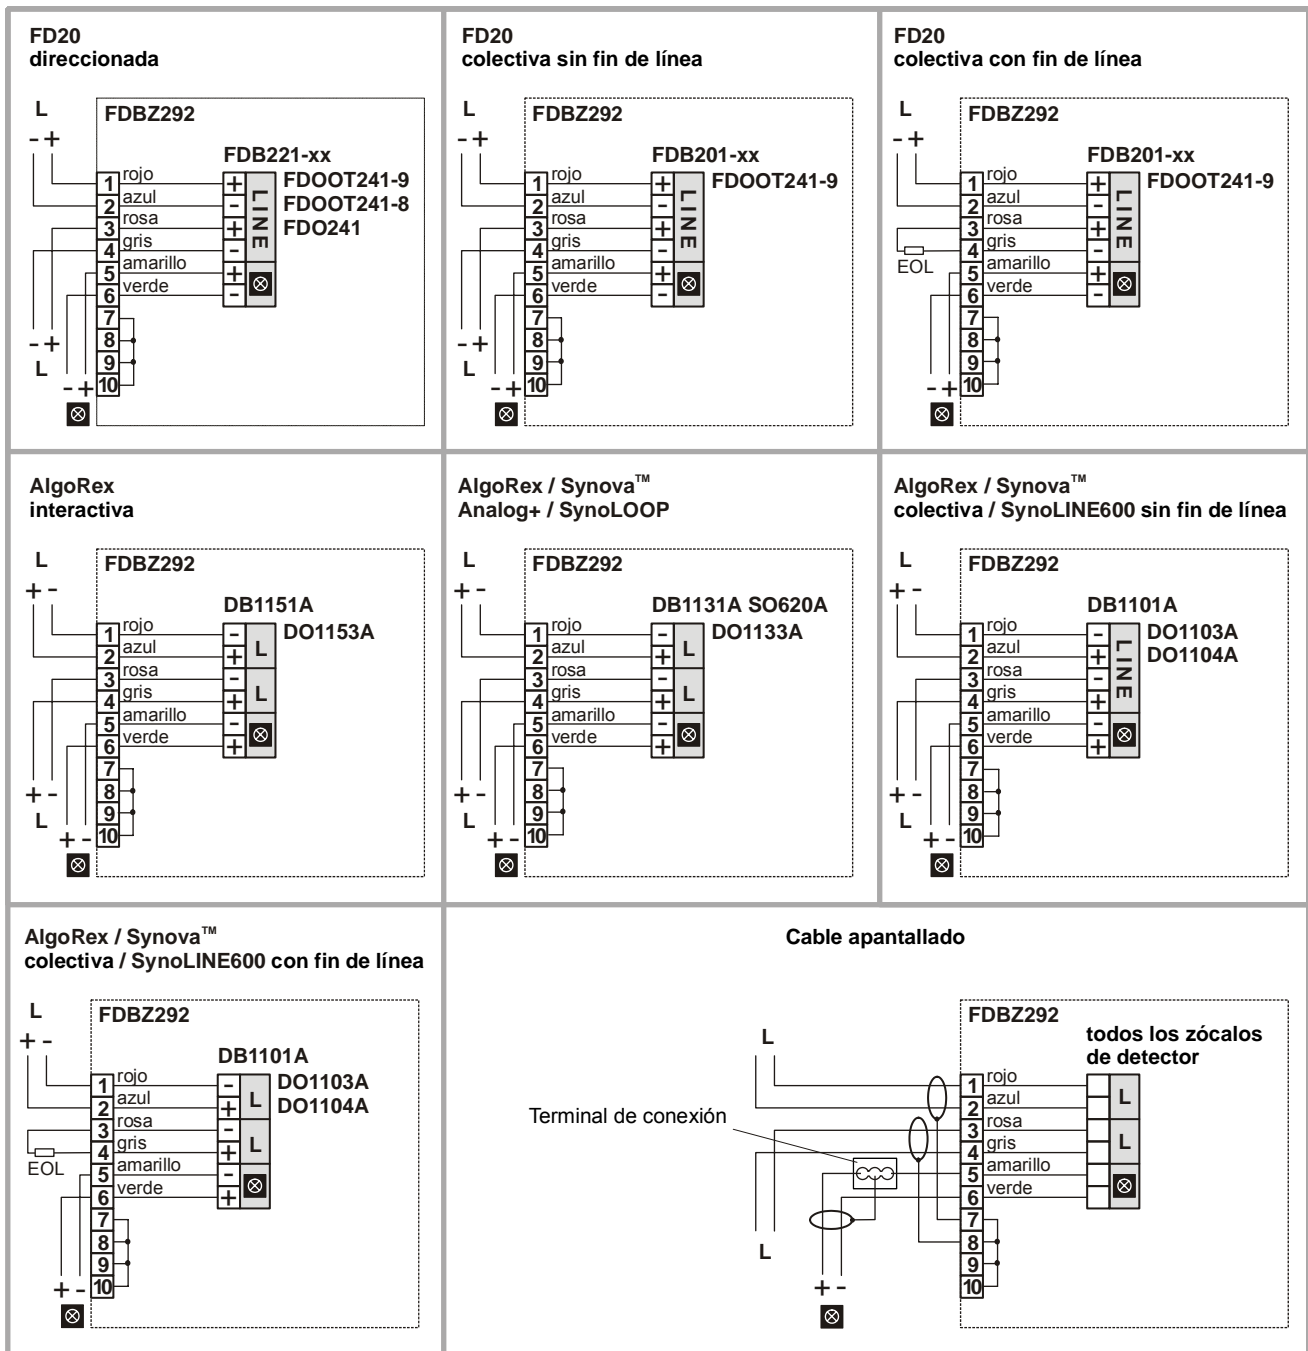

Fig. 13
2. Monte el zócalo del detector en la carcasa. Conecte el zócalo del detector conforme al diagrama de conexión (Fig. 13).
1. Conecte el kit de detección de humo en conductos a la línea de detectores. Tenga en cuenta los diferentes diagramas de conexión en la Fig. 13 para las distintas líneas de detectores.
2. Conecte los apantallamientos de cables apantallados de acuerdo con el diagrama de conexión (Fig. 13).